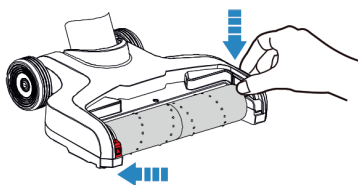

Fig. 10
- Para reemplazar, sostenga la asa y apunte la izquierda hacia la cubierta izquierda y la derecha hacia la ranura. La instalación está completa (Fig. 10).